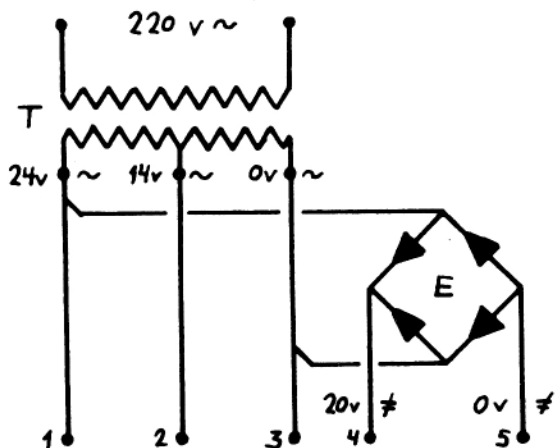

Fig 5.9.
På fig 5.9. ses en transformer (T) og en ensretter (E). Transformatorens primærside tilsluttes de 220 V vekselspænding. De formentligt har i stikkontakten (skulle De høre til de få, der stadig har jævnspænding så går den ikke, men så har De sikkert heller ikke nogen modelbane). Køber man en kørespændingstransformer er der normalt monteret ledning med stikprop lige til at sætte i stikkontakten. Skulle dette
Til slut er der så blot at gøre opmærksom på, at én transformer, med flere udtag, som fig 5.9. skal være på: